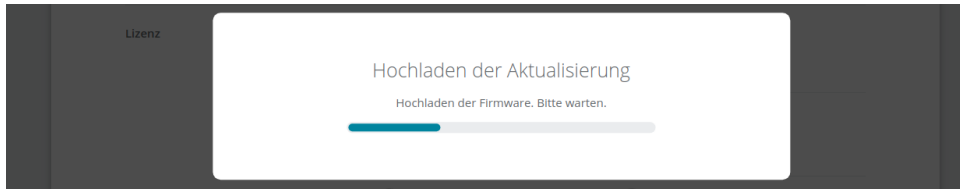
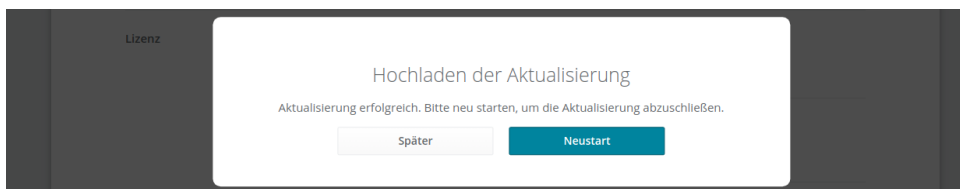

Abb. 8.2: Fortschrittsbalken für das Software-Update
Abb. 8.3: Kontextfenster zum Neustart des Software-Updates
**Bemerkung:** Je nach Netzwerkarchitektur und Konfiguration kann das Hochladen mehrere Minuten in Anspruch nehmen. Während das Update über die Web GUI läuft, zeigt ein Statusbalken (siehe Abb. 8.2) an, wie weit das Update bereits vorangeschritten ist.
**Bemerkung:** Je nach Webbrowser kann es vorkommen, dass der in Abb. 8.2 gezeigte Statusbalken den Abschluss des Updates zu früh angibt. Es empfiehlt sich, zu warten, bis sich das in Abb. 8.3 gezeigte Kontextfenster öffnet. Insgesamt ist mit einer Update-Dauer von mindestens fünf Minuten zu rechnen.
Nachdem die neue Firmware über die Web GUI hochgeladen wurde, öffnet sich das in Abb. 8.3 gezeigte Kontextfenster, in dem der Benutzer aufgefordert wird, das Gerät sofort neu zu starten oder aber den Neustart zu verschieben. Soll der *rc\_cube* zu einem späteren Zeitpunkt neu gestartet werden, kann dies über die Schaltfläche *Neustart* auf der Web GUI-Seite *System* vorgenommen werden.